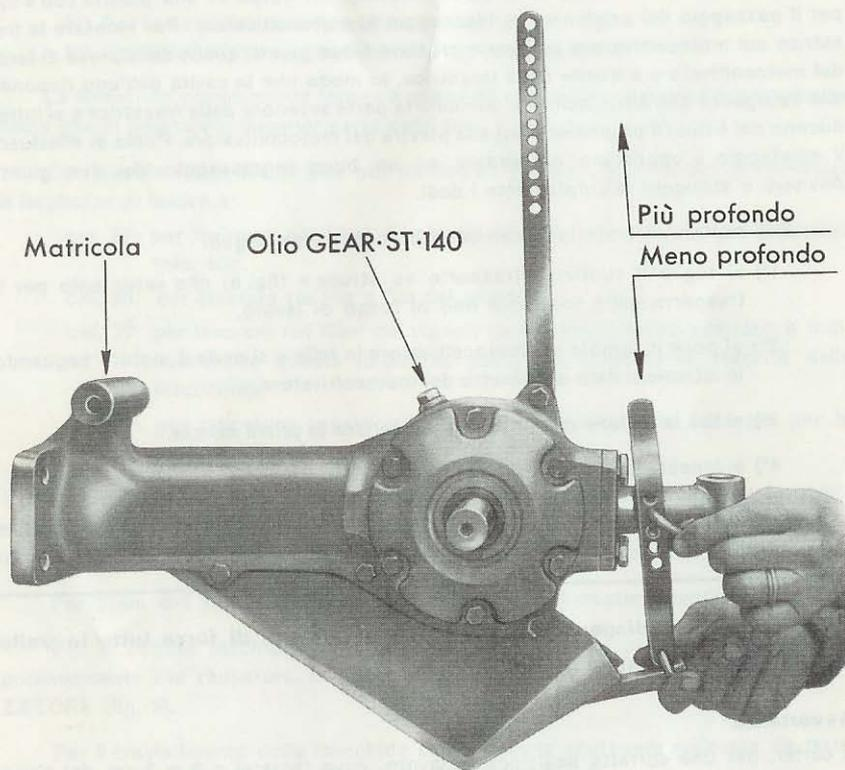
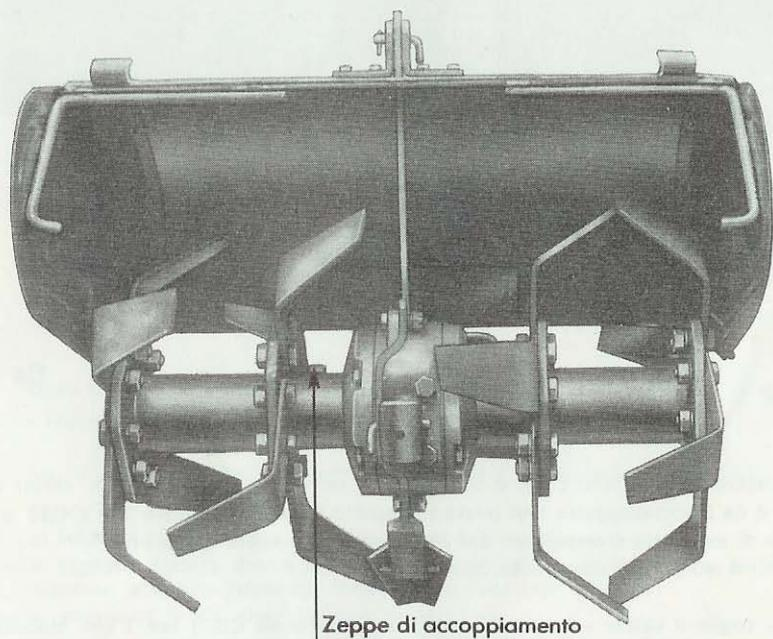

Fig. 2
Fig. 3
La fresatrice normalmente fornita è quella da cm. 58 (fig. 3) poiché è la larghezza media che si presta alla maggior parte degli usi.
La profondità di lavoro si aumenta spostando in alto l'asta di regolazione, mentre per diminuirla basta spostarla in basso (fig. 2).
- 1° fresatrice da cm. 58 (fig. 3).
Ogni fresatrice porta stampigliato il tipo ed il numero di matricola (vedi fig. 2). Detti riferimenti devono essere citati per eventuali richieste di pezzi di ricambio od altri chiarimenti.
La fresatrice è costituita dagli organi di di trasmissione e di regolazione (fig. 2), dagli organi fresanti con relativa protezione da cm. 58 (fig. 3).
Dall'apposito tappo (fig. 2) controllare l'olio ogni 2-3 giorni di lavoro, in modo che non venga a mancare.